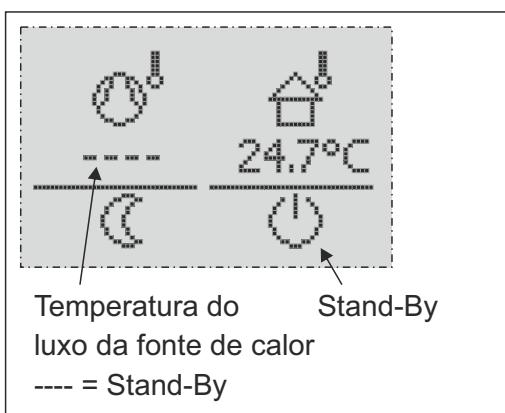
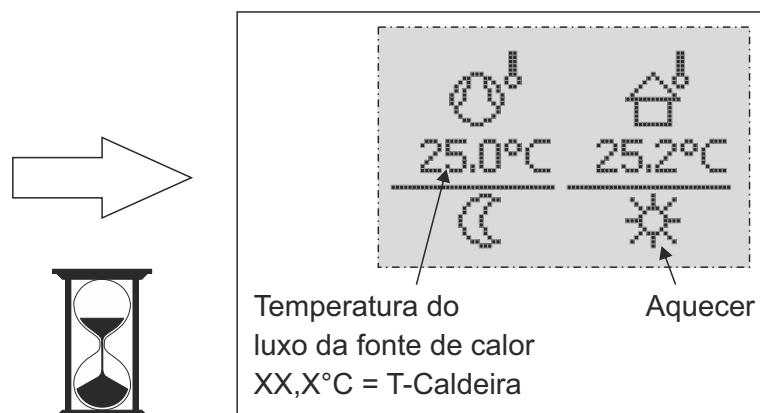

Figura 2-2
Figura 2-3
**i ATENÇÃO!** Se o modo de espera estiver definido (Figura 2-2), terá de esperar que o símbolo "Aquecer" e a temperatura do fluxo da fonte de calor apareçam (Figura 2-3). **Este processo pode demorar até 5 minutos.**